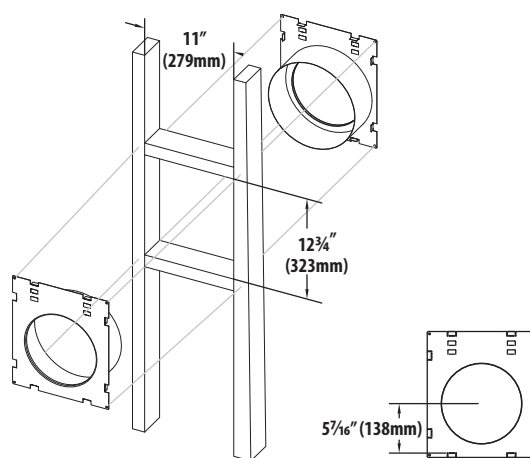

Figure 3.5, Encadrement de la terminaison d'évacuation
1. Mesurez la distance entre le plancher du foyer et le centre du point de traversée murale prévu du conduit d'évacuation. La dimension de la Figure 3.5 (page 17) est utilisée avec un coude Simpson DuraVent.